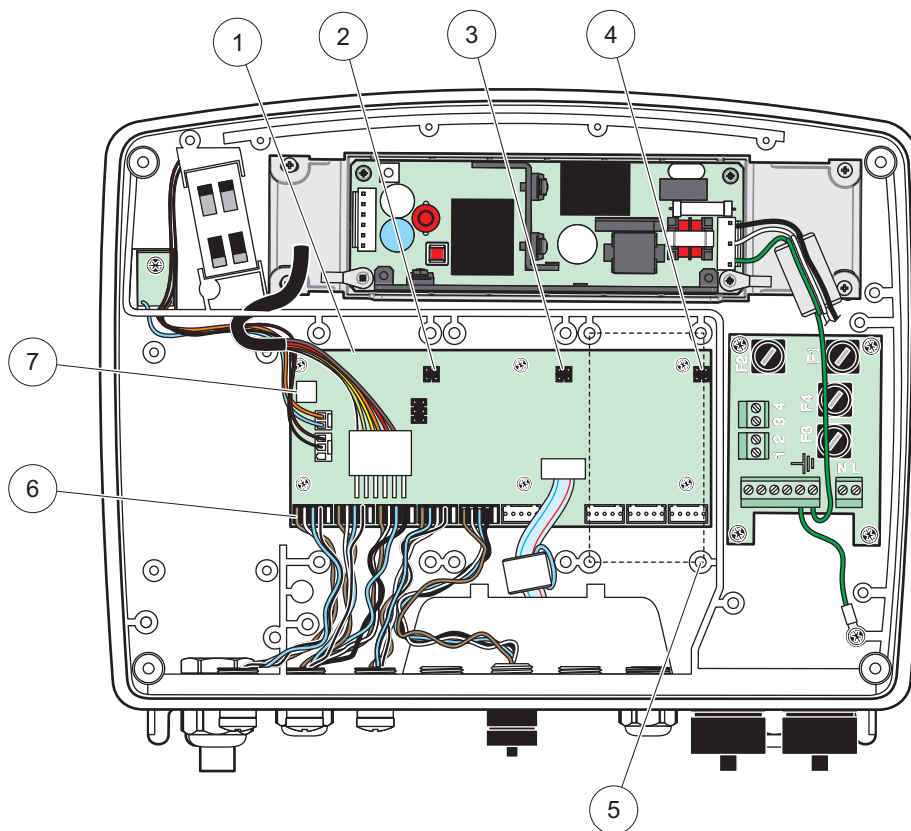

Bild 17 Anschlüsse der Hauptplatine der Erweiterungskarte
4. Stecken Sie die Karte in den vorgesehenen Anschluss der Hauptplatine (Bild 17).
3. Stecken Sie die Karte an den vorgesehenen Anschluss der Hauptplatine (Bild 17).